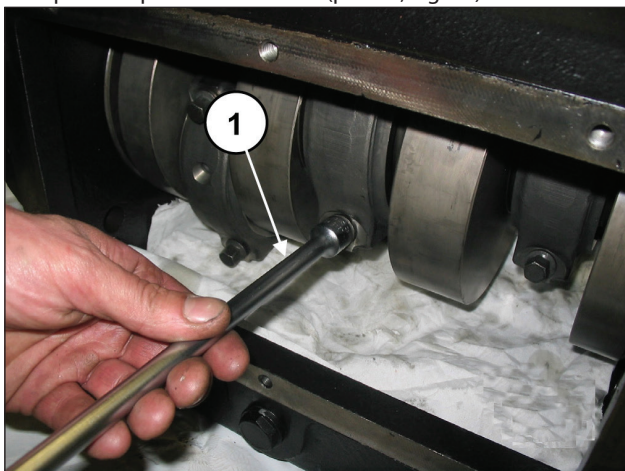

Fig. 24
Desaperte os parafusos da biela (pos. ①, Fig. 24).